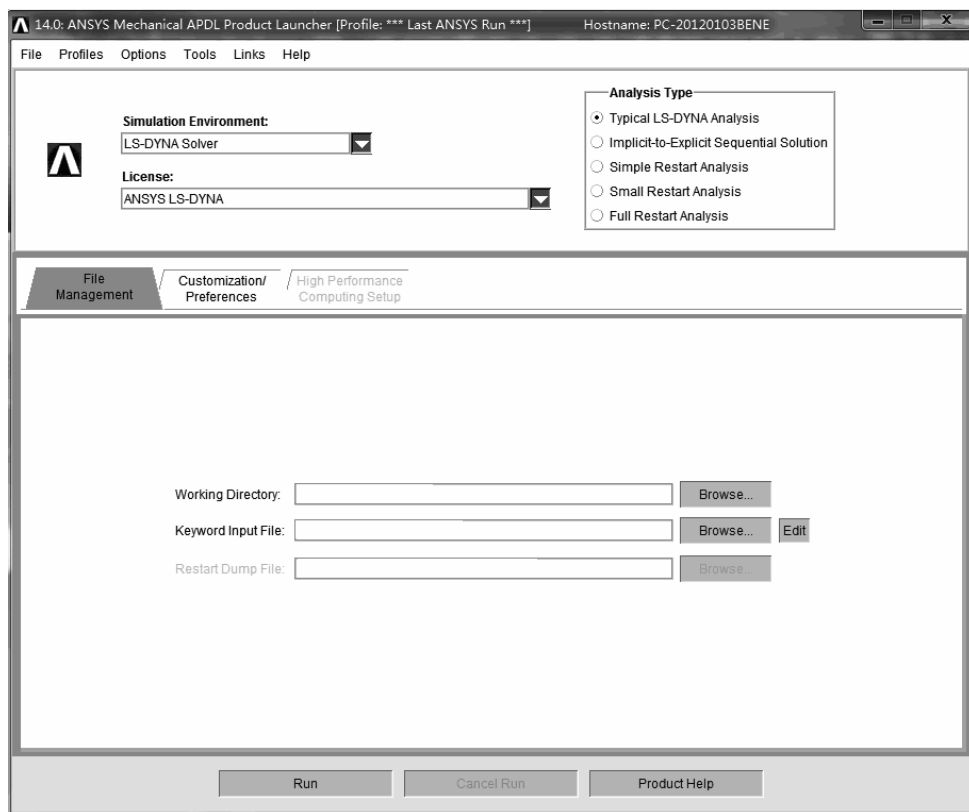

图 4-61 “14.0: ANSYS Mechanical APDL Product Launcher [Profile:\*\*\*La...” 窗口
(1) 打开 “14.0: ANSYS Mechanical APDL Product Launcher [Profile:\*\*\*La...” 窗口（见图 4-61）。